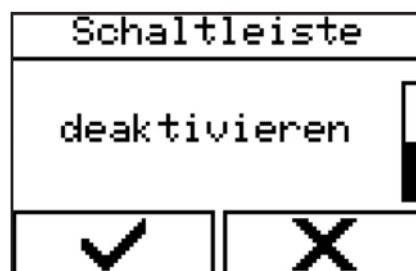

Abbildung 105 - Schaltleiste deaktivieren
3. „Schaltleiste deaktivieren“ (Abbildung 105) auswählen.